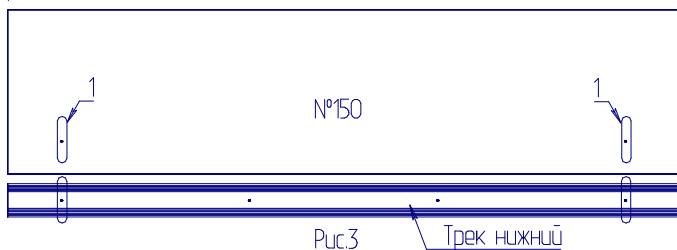

Рис.3
3. Совместить трек компл.№77 (Р) с деталью №150 по существующим отверстиям 1 (рис.3). Закрепить трек с помощью компл.№77 (П).